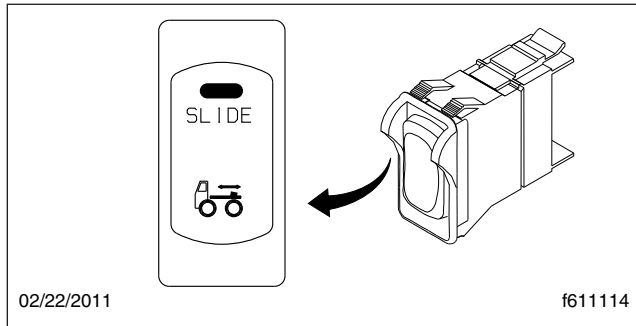

Figura 10.14, Interruptor del mecanismo deslizante de accionamiento neumático
La función de deslizamiento se puede controlar mediante un interruptor neumático montado en el tablero, el cual acciona un cilindro neumático que bloquea y desbloquea el mecanismo deslizante. Vea la **Figura 10.14**.
1. Ponga el interruptor del mecanismo deslizante de accionamiento neumático en UNLOCK (desbloquear). Vea la **Figura 10.14**